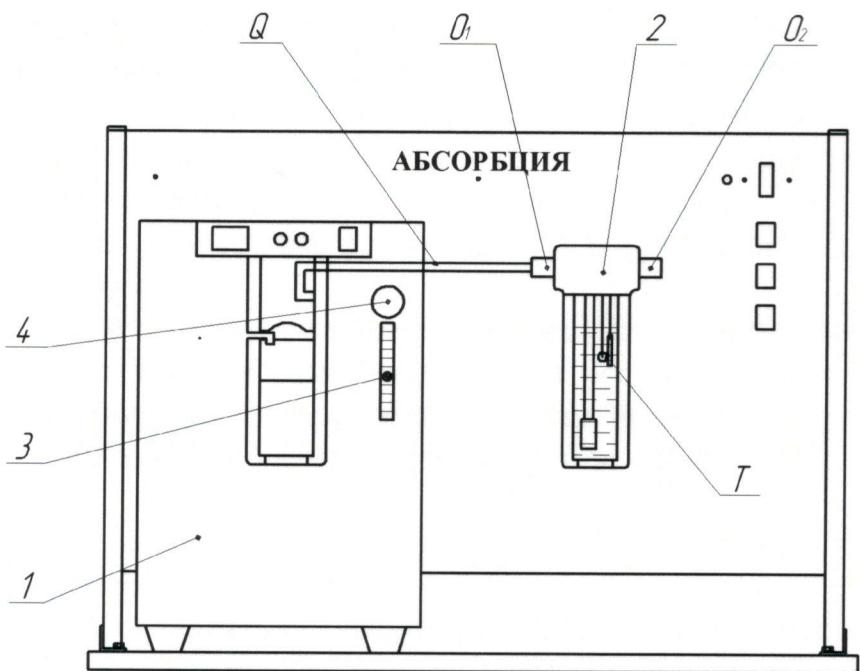

Рисунок 1 – Схема лабораторной установки:
Схема лабораторной установки для изучения процесса абсорбции на рис.1.
Выделим любое сечение в аппарате (рис. 1), например, 1-1, в котором имеются рабочие концентрации X и Y. Напишем материальный баланс для верхней части аппарата по распределляемому компоненту:
Лабораторная установка (рис. 1) состоит из концентратора кислорода (1), рабочей емкости (2), датчиков кислорода ( $O_1$ ,  $O_2$ ).
$Y_H$  – определяется показанием датчика кислорода  $O_1$ , рис.1;